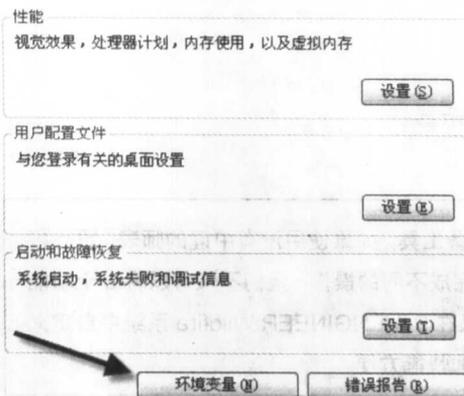
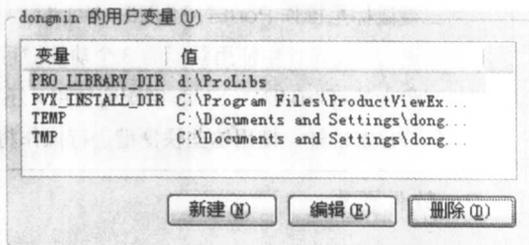

图 1-2-1
图 1-2-2
(1) 双击桌面的“我的电脑”→在该项显示的窗口内，双击“控制面板”→在该项显示的窗口内，双击“系统”→在显示的“系统特征”对话框，选择“高级”选项→在该项显示的界面上，选择“环境变量”选项，如图 1-2-1 所示。→系统随后会弹出一个新对话框，如图 1-2-2 所示。